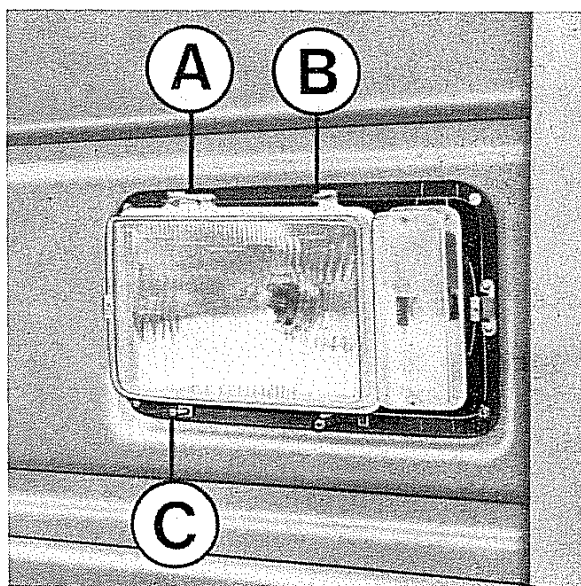
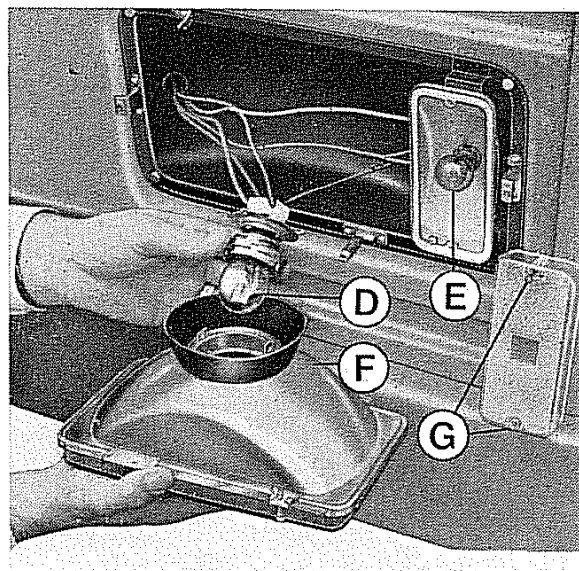

Fig. 29 - Registrazione fari
Fig. 30 - Sostituzione lampade
- Correggere l'inclinazione del faro agendo sulle apposite viti **B** e **C** (fig. 29).
- Sganciare la molla **A** (fig. 29) ed estrarre così il gruppo ottico **F** (fig. 30).
- Sfilare la lampada **D** (fig. 30) e sostituirla con una dello stesso tipo, indi rimontare tutto come prima.
Dovendo sostituire invece una lampada per indicatore anteriore di direzione (lampada **E** fig. 30) basta asportare la cornice e svitare le due viti **G** (fig. 30) che fissano il trasparente.